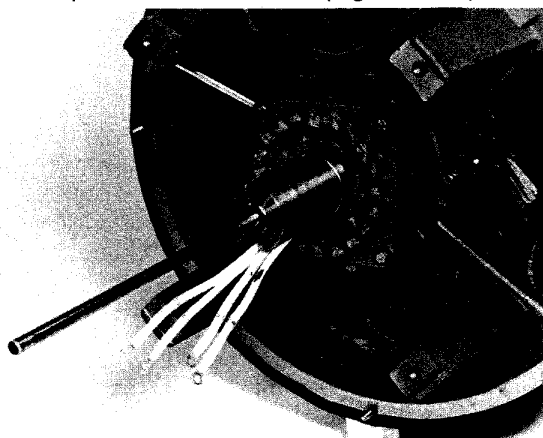
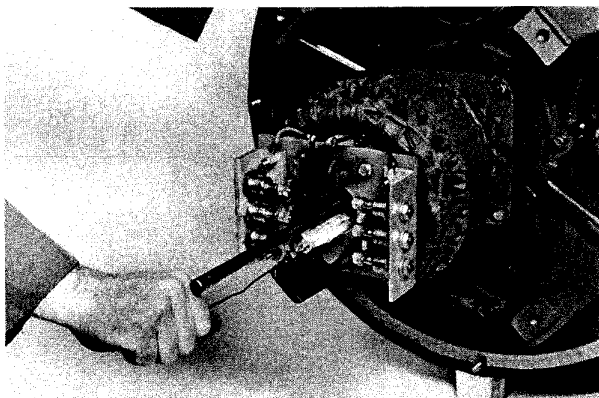

FIGURA 6-70
FIGURA 6-71
1. Coloque un alambre en los cables del rotor principal, y haga pasar el alambre a través del hueco de la armadura, sacándolo por el orificio de cables de la placa apartadora de aluminio. En los excitadores mayores, será conveniente instalar una clavija de guía en el extremo del eje para sostener la armadura mientras se hacen pasar a través los cables del rotor. (Figura 6-70.) Alinee la chaveta en el hueco de la armadura con el chavetero del eje. Deslice la armadura sobre el eje mientras hace pasar los cables del rotor principal a través del orificio de cables en la placa apartadora de aluminio. (Figura 6-71.)